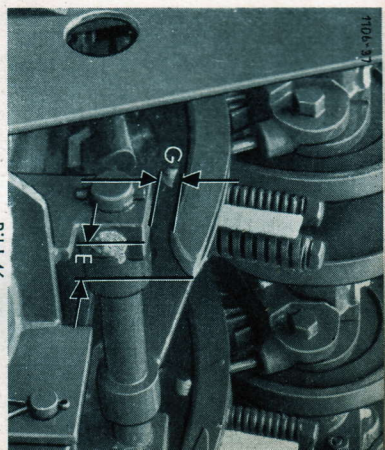

Bild 46
Jetzt muß das **Kontrollmaß E** wie in Bild 46 von Steuerwellenlager bis Nadelspitze **0–8 mm** betragen (Nadel durch Garnzug nicht belastet).
**Kontrollmaß G** (Bild 46) von Nadelkopf bis Steuerwellenlager muß **6–10 mm** betragen. Nadeln wenn nötig nachrichten.